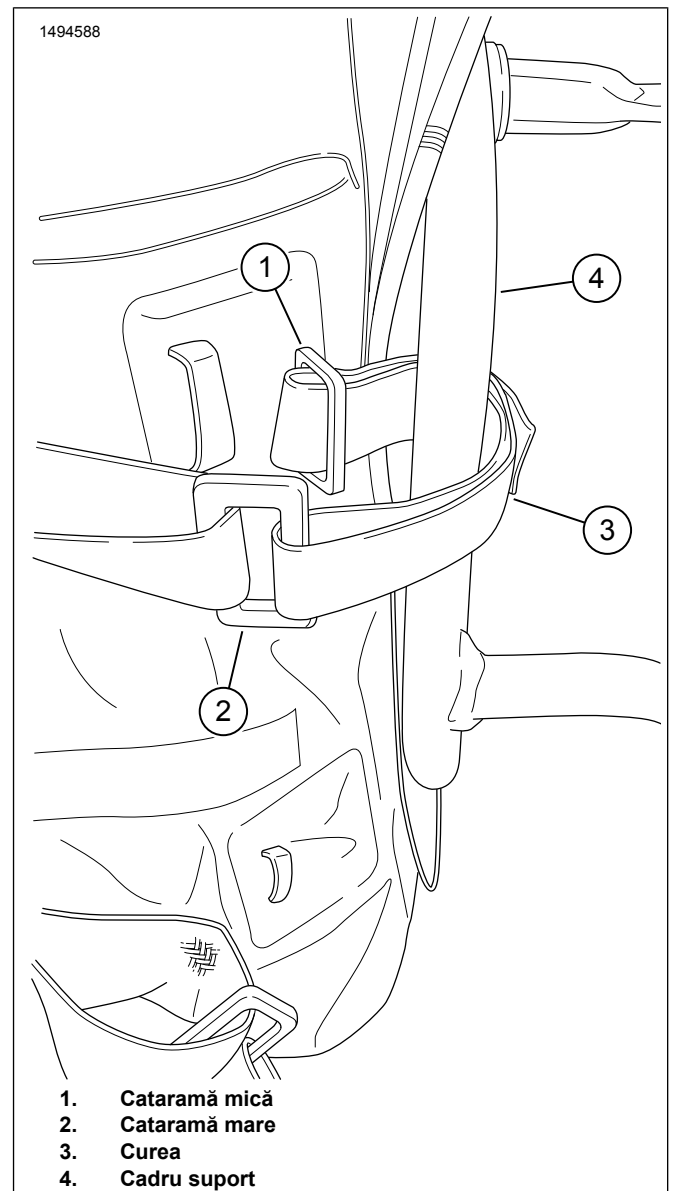

Figura 5. Procedură curea de tensiune 1
7. Figura 5 Înfășurați curelele de tensiune ale desăgii (3) în jurul cadrului de sprijin (4).